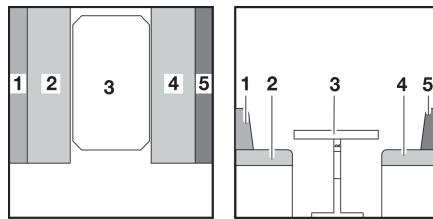

Fig. 148 Avant la transformation
- Convertir la table (Fig. 148,3) en sommier de lit (voir paragraphe 7.8).